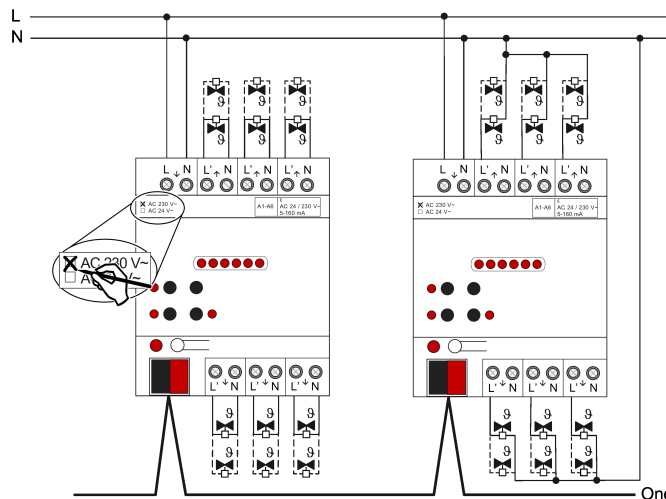

Figura 3: Conexión para accionamientos reguladores AC 230 V (ejemplos de conexión)
- Conectar los accionamientos reguladores AC 230 V según el plano de conexiones (véase figura 3). Los conductores neutros de los accionamientos reguladores se pueden conectar, bien directamente a los terminales N de las salidas del actuador de calefacción (ejemplo de conexión izquierda), o alternativamente de forma conjunta a un potencial N adecuado (p.ej. terminal de conductor N en el distribuidor) (ejemplo de conexión derecha). No es absolutamente necesario conectar los conductores neutros de los accionamientos reguladores directamente al actuador.